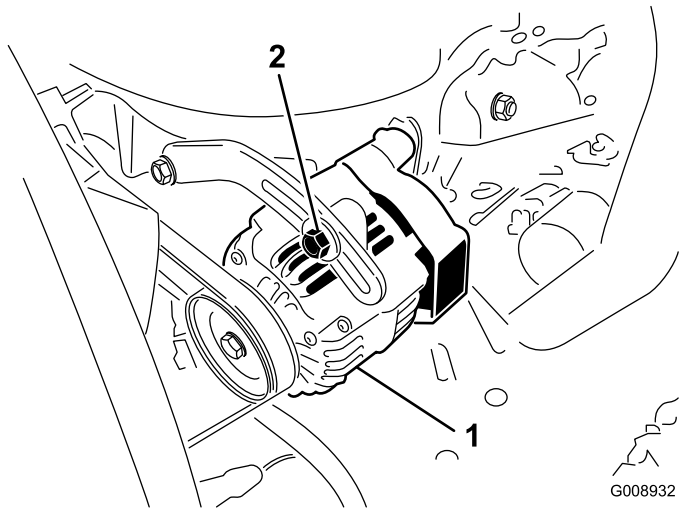

图 81
2. 如果下压不是 10mm请松开发电机固定螺栓 (图 81)。